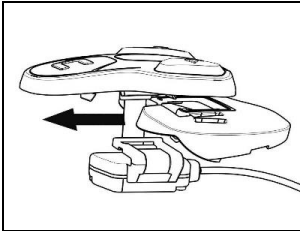

Fig. 18
- Bringen Sie am Kabel der Tastenvorrichtung die eigens für Ihren Helm vorgesehene Halterung an (Abb. 18).